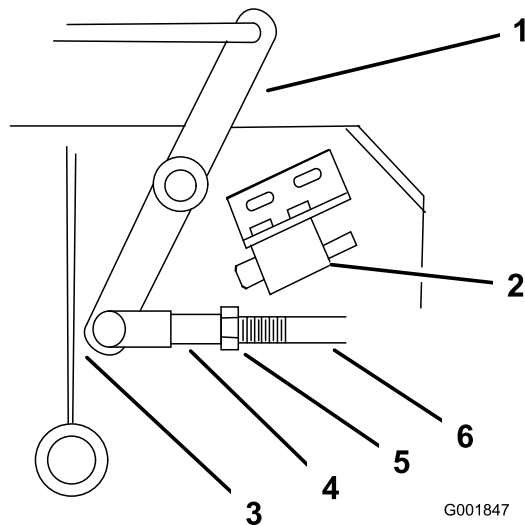

Bild 47
4. Stellen Sie die Länge des Gestänges so ein, dass das untere Ende des Kippschalters die Achsenstützverstärkung gerade nicht berührt (Bild 47).
9. Lösen Sie die Mutter am Bügel (Bild 47).